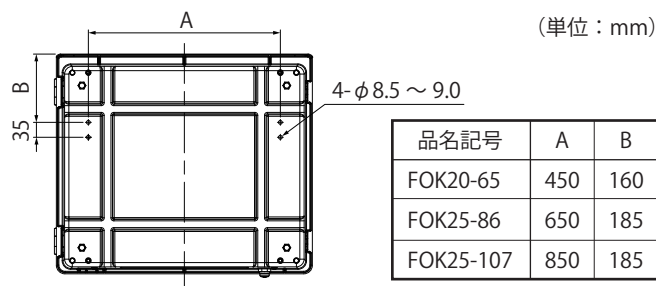

図1
2. ボデー背面に図1の取付ピッチで $\phi 8.5 \sim 9.0$ mmのドリルにて穴加工をしてください。